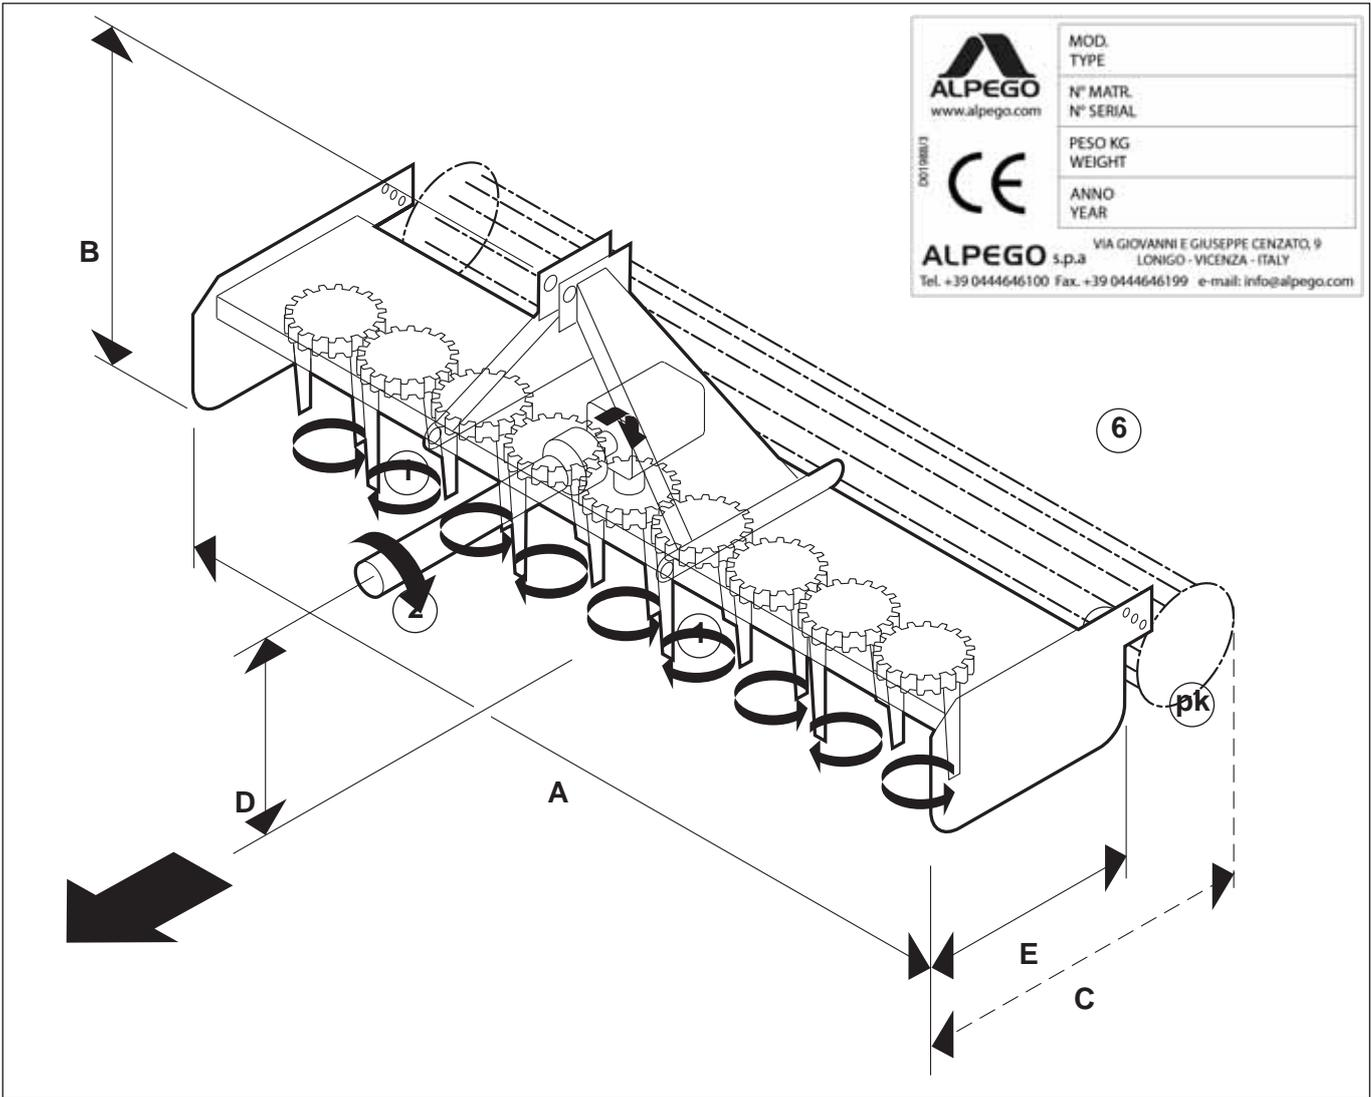

Fig. 1
In corrispondenza dei tre punti di attacco alla trattoria è fissata la targhetta di identificazione della macchina che riporta i seguenti dati (6 Fig. 1):
1.6 DESCRIZIONE DELLA MACCHINA (Fig. 1)
La plaque d'identification de la machine est fixée près des 3 points d'attelage du tracteur; elle indique les données suivantes (6 Fig. 1):
1.6 DESCRIPTION DE LA MACHINE (Fig. 1)
In der Nähe der drei Anschlusspunkte der Zugmaschine wird das Identifikationsschild der Maschine festgesetzt, das die folgenden Angaben wiedergibt (6 Abb. 1):
1.6 BESCHREIBUNG DER MASCHINE (Abb. 1)
At the 3 points of connection to the tractor is placed the identification plate of the machine bearing the following data (6 Fig. 1):
En correspondencia de los 3 puntos de conexión al tractor está pegada la etiqueta de identificación de la máquina que reporta los siguientes datos (6 Fig. 1):